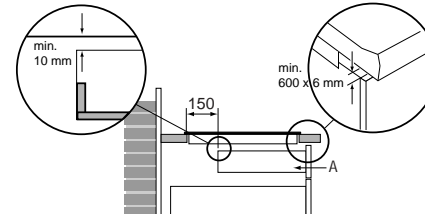

Abb. 9: Lade unter Induktionskochfläche
- Bei einer Schublade ist an der Vorderseite für einen Spalt von mindestens 560 x 6 mm zu sorgen (siehe Abb. 9). **Achtung:** eine Schublade darf die Lüftungsöffnungen an der Unterseite des Gerätes nicht abschließen.
- Der Abstand zwischen Schublade A und dem Kochfeld muss mindestens 10 mm betragen. Bei einer festen Blende sind keine zusätzlichen Anpassungen für die Belüftung erforderlich (siehe Abb. 9).